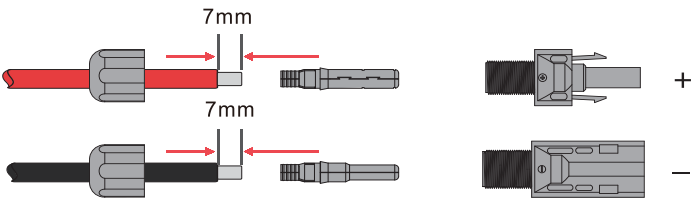

Figure 4.1-3 Câbles PV et connecteurs PV
Étape 1. Dénudez l'isolant du câble PV sur 7 mm, démontez l'écrou du connecteur et faites passer un câble PV à travers l'écrou du connecteur. Répétez cette opération pour tous les câbles PV, en portant une attention particulière à la polarité du connecteur, comme indiqué à la Figure 4.1-3.